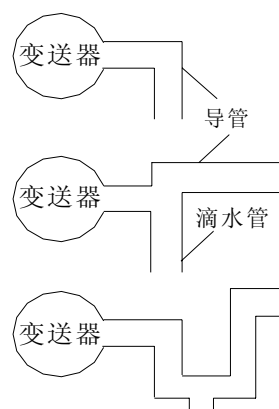

图4 防止冷凝液的滴水管
- 如果外部电缆导管位置高于变送器，可在变送器处安装一根滴水管（如图 4 所示），可避免冷凝液侵入变送器。